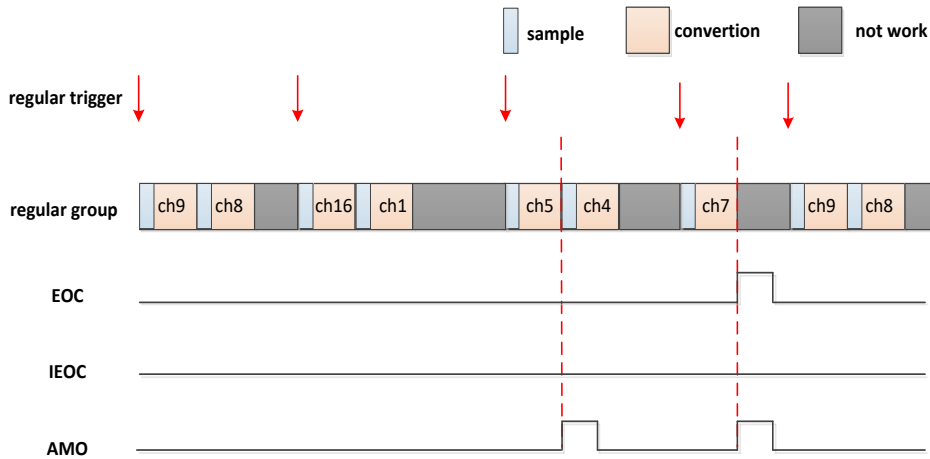

图 9-22 情形 2 下的三个标志行为
**【情形 2】** 在 mode7 生成标志的时刻与 mode 1~mode 6 之间是不相同的。有关三个标志的详细信息如图 9-22 所示。